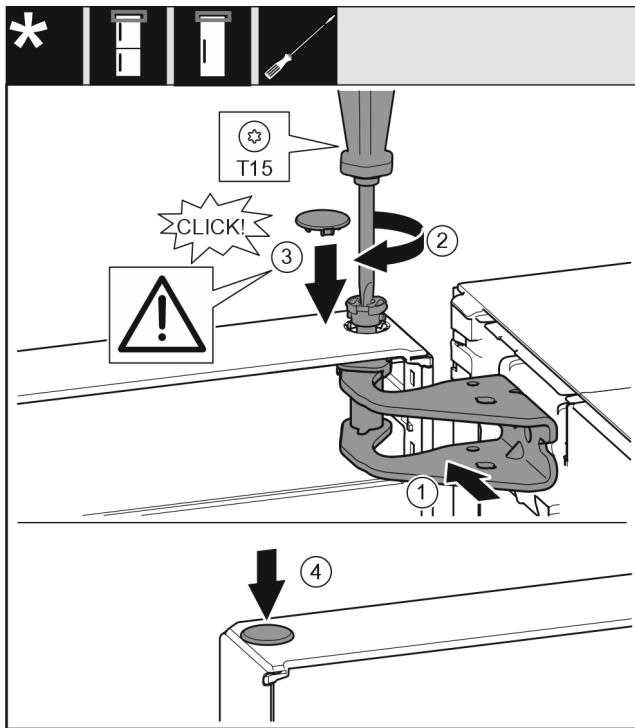

Fig. 21
- Dvere hore vyrovnejte s otvorom v ložiskovej konzole. Fig. 21 (1)
- Vložte čap a pevne ho priskrutkujte skrutkovačom T15. Fig. 21 (2)
- Namontujte poistný kryt pre poistku dverí: nasadte poistný kryt a skontrolujte, či prilieha ku dverám. Inak čap vložte úplne. Fig. 21 (3)
- Nasadte zátku. Fig. 21 (4)